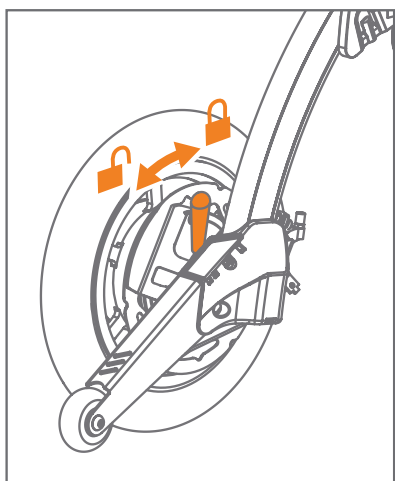

Figure 56: Pour passer en mode d'assistance électrique.
N'activez le mode roue libre que sur des surfaces plates et égales, ou appliquez les freins à main si le Rollz Motion Electric² risque de se déplacer de manière imprévisible en raison d'un terrain irrégulier. Pour appliquer le frein de stationnement, compressez d'abord les freins à main (1) et compressez simultanément les leviers du frein de stationnement (2) (**Figure 56**).